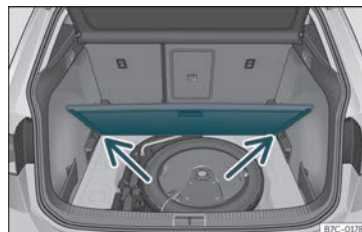

Fig. 110 Terra variable del maleter: posició inclinada.
- Recolzeu el terra sobre els espais previstos per a aquest ús »» fig. 110 (fletxes).